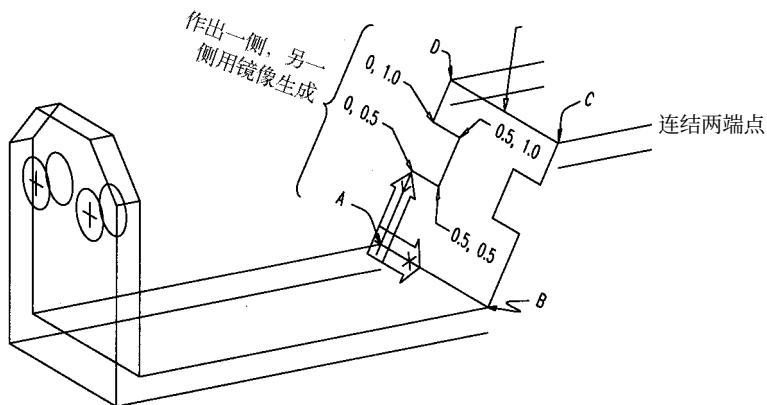

图 2-55
11) 现在我们将继续绘制模型的斜面。首先，用 UCS 命令的 3point 选项结合图 2-55 所示的点对齐 UCS。视点已相对于 XY 平面的 X 轴向后转动了 240° ，相对于 XY 平面转动了 20° 。可以通过一步一步回到原先缩放窗口的方式来设置本视口，或者使用 VPOINT 命令。设置该 UCS 的命令行提示序列和输入为：
12) 现在绘制组成底边、一个斜面及凹槽面的 6 条线。作该面时使用的坐标如图 2-55 所示。由于斜面顶部的坐标点并不在设置的捕捉点上，在这里必须用目标的端点捕捉方式。然后对 5 条边线进行镜像，作出斜面的另一半。虽然 UCS 相对倾斜于 WCS，但是 MIRROR 命令的操作与二维空间完全相同。